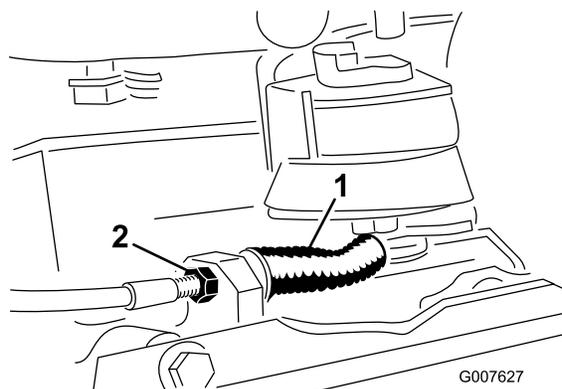

図 37
- ・ ケーブルの張りをゆるくするには、ケーブルの前ジャムナットをゆるめて後ジャムナットを締める (図 37)。必要に応じて上記ステップ1と2を繰り返して再調整する。
- ・ ケーブルの張りを強くするには、後ジャムナットをゆるめて前ジャムナットを締める (図 37)。必要に応じて上記ステップ1と2を繰り返して再調整する。